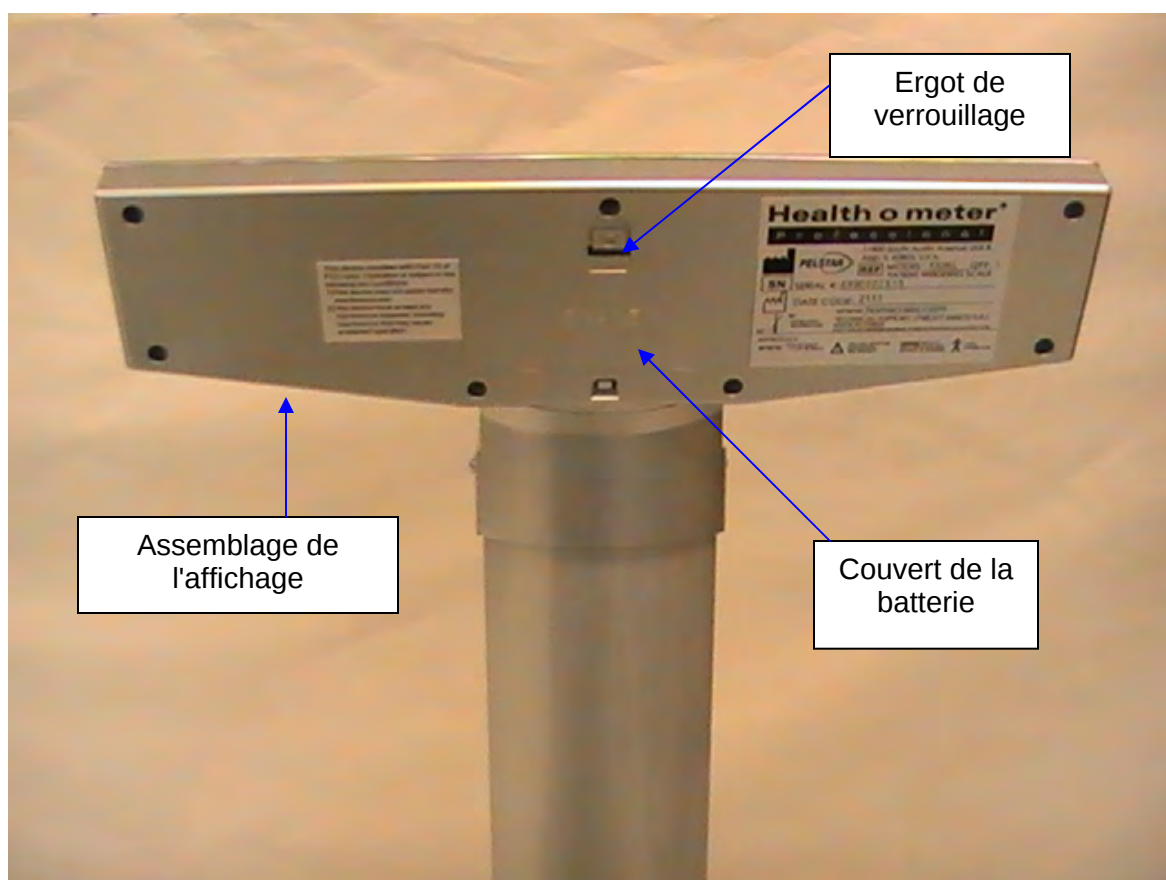

Figure 12
3. Avec un tournevis à tête Phillips enlevez la vis du couvercle du compartiment de la batterie et enlevez le couvercle de la batterie à l'arrière du montage de l'écran en appuyant sur la languette de verrouillage (voir Figure 12).